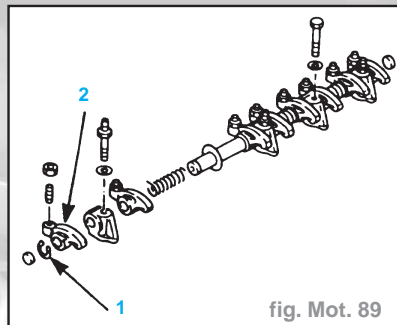

fig. Mot. 89
- le jonc d'arrêt (1) de l'axe (fig. Mot. 89),
- les culbuteurs (2) de l'axe.